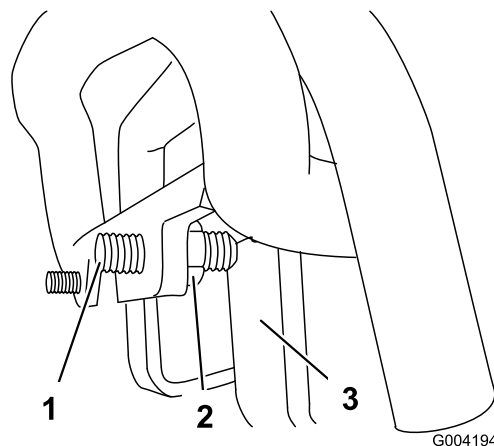

Figura 70
3. Si la unidad de tracción se desvía a la **izquierda**, afloje la contratuerca de la **derecha** y ajuste el tornillo de fijación de desplazamiento en la parte delantera del control de tracción (Figura 70).
4. Si la unidad de tracción se desvía a la **derecha**, afloje la contratuerca de la **izquierda** y ajuste el tornillo de fijación de desplazamiento en la parte delantera del control de tracción (Figura 70).